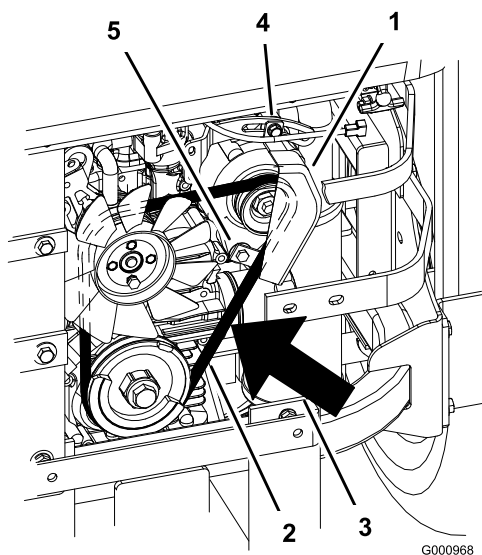

Figure 72
- Desserrez le boulon inférieur et retirez le boulon de fixation supérieur de l'alternateur et du couvercle (Figure 72).
- Installez une courroie neuve autour des poulies et de l'alternateur (Figure 72).
14. Serrez le boulon inférieur et vissez le boulon de fixation supérieur de l'alternateur et du couvercle (Figure 72).
2. Réglez l'alternateur vers l'extérieur jusqu'à ce que la courroie présente une flèche de 7 à 9 mm quand une force de 10 kgf est exercée entre les poulies du moteur et de l'alternateur (Figure 72).
5. Si la flèche est correcte, serrez les boulons inférieur et supérieur (Figure 72).